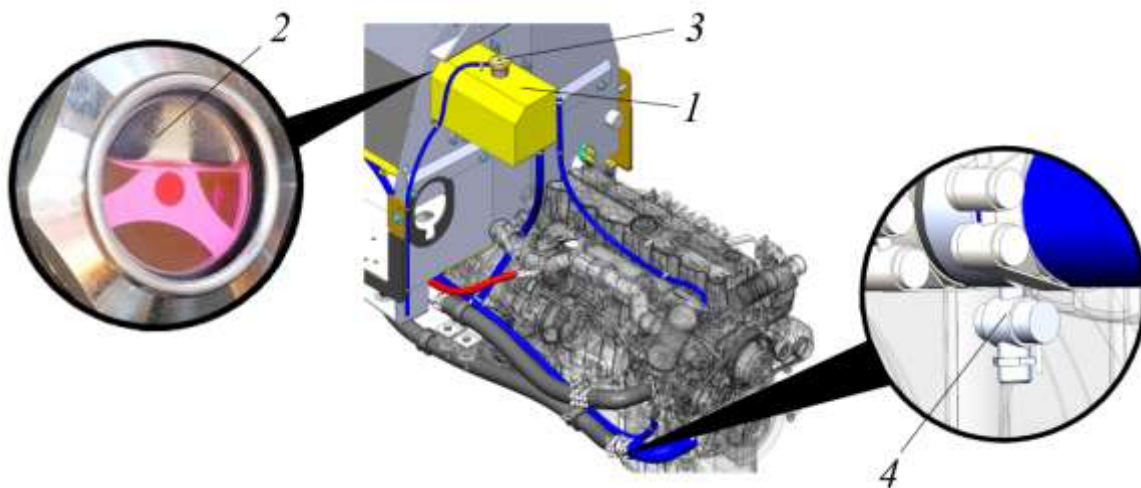

Рисунок 5.33. Слив охлаждающей жидкости с системы
- ▶ Осторожно приоткрыть крышку наливной горловины 3, рис. 5.33, повернув ее против направления часовой стрелки.
- ▶ Заправить систему охлаждения двигателя свежей охлаждающей жидкостью. Заправку производить через наливную горловину расширительного бачка 1 (рис. 5.33).